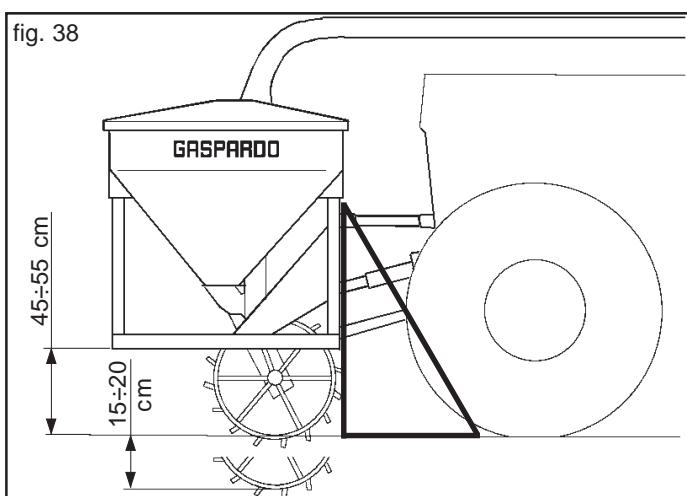

fig. 38
- 2) Conectar el tercer punto superior (2, Fig. 36); la clavija tiene que bloquearse con el respectivo pasador; a través del tensor de regulación (3, Fig. 36) tratar que la máquina se encuentre en posición perpendicular al terreno (Fig. 38).
- 5) Levante el equipo delantero, extraiga las patas de apoyo. Para garantizar la rotación de la rueda de transmisión, regule la altura del equipo desde el piso en la posición de trabajo (45÷55 cm Fig. 38). Dicha distancia debe ser constante durante el trabajo.
- 6) En condiciones de trabajo, garantice la adherencia al terreno de la rueda motriz. Utilice los anillos de cadena (C), indicados en la Figura 42, para regular una amplitud de movimiento de aproximadamente 15÷20 cm (Fig. 38).